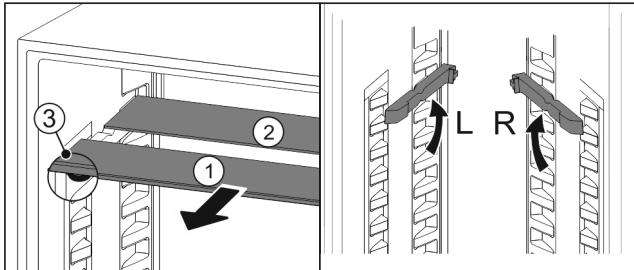

Fig. 98
- Glasplatten einzeln nach vorne herausziehen Fig. 98 (1).
- Glasplatte Fig. 98 (1) mit Zierleiste liegt vorne.
- Stopps Fig. 98 (3) zeigen nach unten.